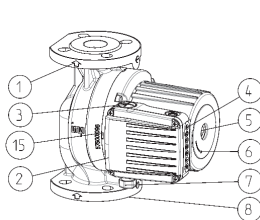
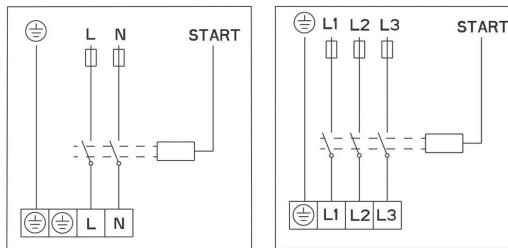

Abb.1
Abb. 3
- Die Pumpe wird in die Rohrleitung so eingebaut, dass die Pumpenachse 1-1 horizontal ist (Abb. 3).
- Die Durchflussrichtung des Fördermediums muss mit dem Pfeil auf dem Pumpengehäuse übereinstimmen (Abb. 1 – Pos. 1).
- Anschlussflanschen sind NP 6/10 (Abb.1 – Pos.8)
- GHN (basic, auto), GHNM (basic, auto) – Pumpen verfügen über ein einfaches Hydraulikgehäuse (Abb.1 – Pos.8)
Das Hydraulikgehäuse der Pumpe darf nur bis zum Spalt zwischen dem Motor und dem Hydraulikgehäuse isoliert werden. Öffnungen zur Kondensatableitung aus dem Statorraum müssen immer frei bleiben, dass gleiche gilt für den Einsatz der Pumpe in Heizsystemen, wenn eine Wärmeisolierung des Hydraulikgehäuses vorgenommen wird (Abb. 1, 2, Pos. 15). Das Elektromotorgehäuse, in dem sich Öffnungen zur Kondensatableitung befinden, darf nie isoliert werden!
Der Einspeiseleiter wird über die Einführung M20 (Abb.1 – Pos.7) angeschlossen.
Die Anschließung der Pumpen muss nach dem Schaltplan (Abb. 3), der an der Unterseite des Motordeckels abgebildet ist, erfolgen. Zuerst muss der obere Deckel abgeschraubt werden (Abb.1 – Pos. 2).
Bei Pumpen des Typs GHN (basic, auto), GHND (basic, auto), GHNMD (basic, auto), GHNMD (basic, auto) liegt der Rotor im Wasser, in besonderen wassergeschmierten Lagern. Darum muss vor der Inbetriebnahme die Pumpe mit Wasser gefüllt und entlüftet werden. Zur Entlüftung der Pumpen wird die Schraube auf der Hinterseite des Elektromotors (Abb.1-Pos. 5) herausgeschraubt. Aus der Spalte zwischen der Motorwelle und dem Lager strömt Luft heraus. Wenn Wasser heraustropft, schließen sie die Ventile auf der Ansaug- und Druckseite der Pumpe und starten sie die Pumpe. Die eingebaute Anzeige zeigt ein Drehen der Pumpenachse in die falsche Richtung mit mehrfachen Blinken des roten Lichtes an.
einen Knopf  Knopf (Abb. 1, Pos. 4), mit dem man zwischen den Geschwindigkeiten wählt. Einstellung der Geschwindigkeiten bei Pumpentypen GHN, GHND, GHNM, GHNMD (auto)  kann auf Knopfdruck  manuell bei der Geschwindigkeit ① ② ③ und automatisch  in  oder  In beiden Fällen funktioniert die Pumpe abhängig von dem Durchlauf bei den Geschwindigkeiten ② ③ automatisch. Bei dem Nachregime  ist noch Mediumtemperatur berücksichtigt und wenn die Mediumtemperatur fällt, schaltet die Pumpe in die Geschwindigkeit ② Fall ($> 10^{\circ}\text{C}$) oder Geschwindigkeit um ① Fall ($> 20^{\circ}\text{C}$) ungeachtet auf Durchlauf. Wenn die Mediumtemperatur um $> 20^{\circ}\text{C}$ steigt, ist wieder die Funktionsweise in Verbindung mit Durchlauf ermöglicht. Diese Funktionsweise ist für die Systeme mit Thermoventilen und Systeme geeignet, in denen die Systemtemperatur in der Nacht fällt.
Die Pumpe ausschalten, Ventile an der Druck- und Ansaugseite der Pumpe schließen, Entlüftungsschraube ausschrauben, einen Schraubenzieher (Abb. 1-Pos.5) in den Schlitz auf der Welle stecken und diese so lange drehen, bis kein Widerstand mehr fühlbar ist. Danach wieder die Entlüftungsschraube einschrauben.